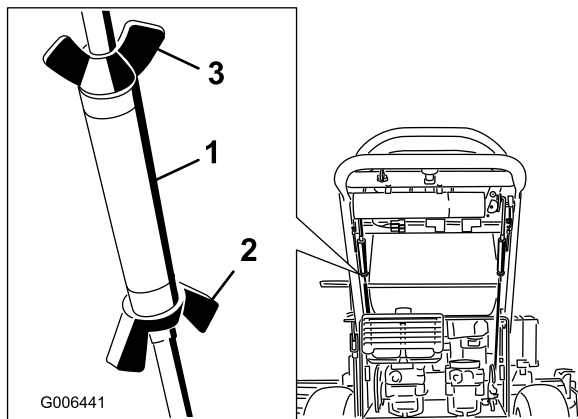

Figure 45
2. Desserrez les écrous à oreilles sur la tige de commande droite et tournez le tendeur dans un sens ou dans l'autre pour que le levier de commande droit soit centré en position de verrouillage au point mort. Fixez le tendeur en position avec les écrous à oreilles (Figure 45).
3. Desserrez les écrous à oreilles sur la tige de commande gauche et tournez le tendeur dans un sens ou dans l'autre pour changer la correction directionnelle. Fixez le tendeur en position avec les écrous à oreilles (Figure 45).